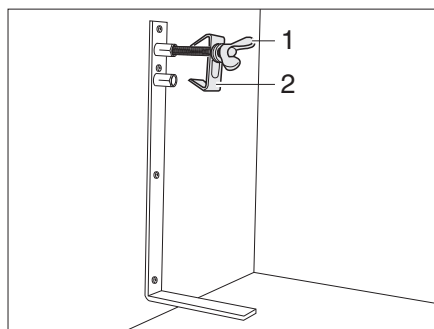

Fig. 184 Etrier de roue de secours
- Desserrer la vis (Fig. 184,1) et l'enlever avec le centrage (Fig. 184,2).